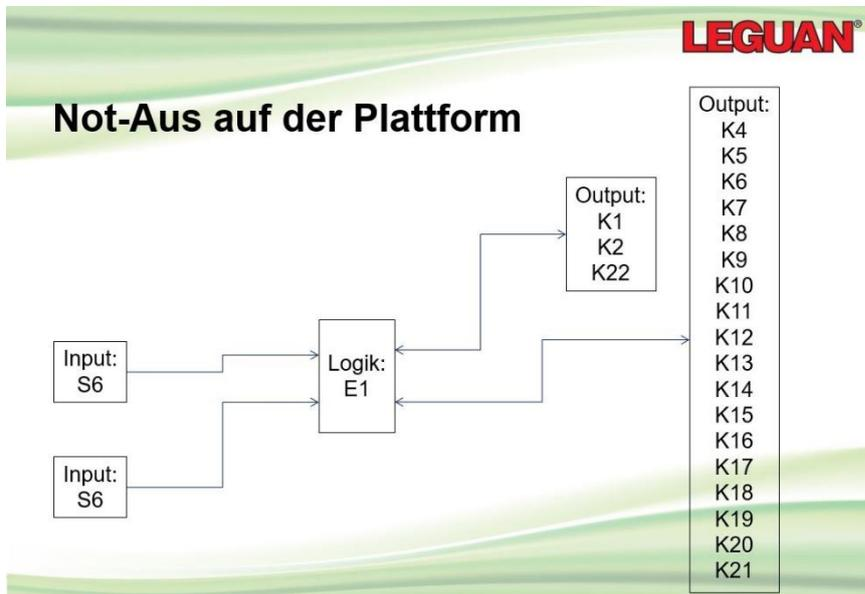

Abbildung 33 Not-Aus auf der Plattform
- Trennen Sie alle Kontakte der Logiksteuerungen (Abbildung 33). Verbinden Sie die Erdungsklemme des Schweißgeräts direkt mit dem zu schweißenden Teil.